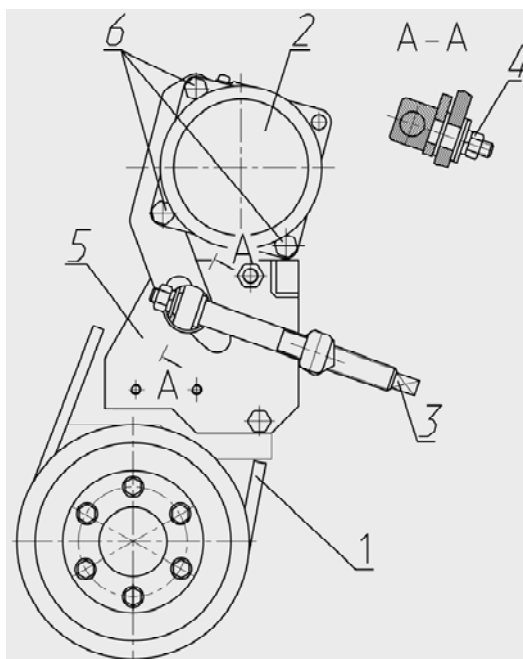

Рис.7.17 Привод компрессора кондиционера на тракторах «БЕЛАРУС 2522.1/2522ДВ/3022ДВ/3022.1» (с двигателем ДТА 530 Е).
- 1) посредством вращения винта (3), (рисунок 7.17), ослабить натяжение ремня (1);
- 2) снять ремень (1), (рисунок 7.17);
- 3) вывернуть болты (6), (рисунок 7.17), крепления компрессора.
Регулировка натяжения ремня (1), (рисунок 7.17), компрессора (2) производится посредством вращения винта (3) и зажима резьбового соединения (4) в пазу детали (5). После регулировки стрела прогиба ремня, измеренная посередине ветви при приложении силы 35...40 Н должна быть 4...6 мм.